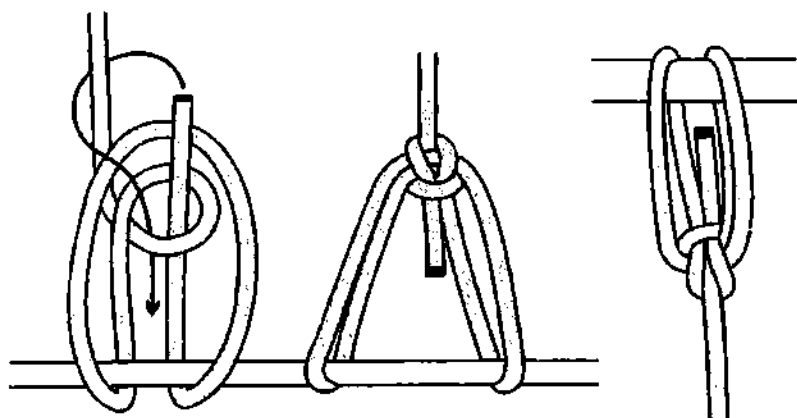

Рис. 506. Якорный узел.
*Якорный узел* работает только с опорой, так как без опоры петли выскользывают и узел развязывается (рис. 506). Узел нехитрый, быстро вяжется, легко развязывается и достаточно прочный и надёжный